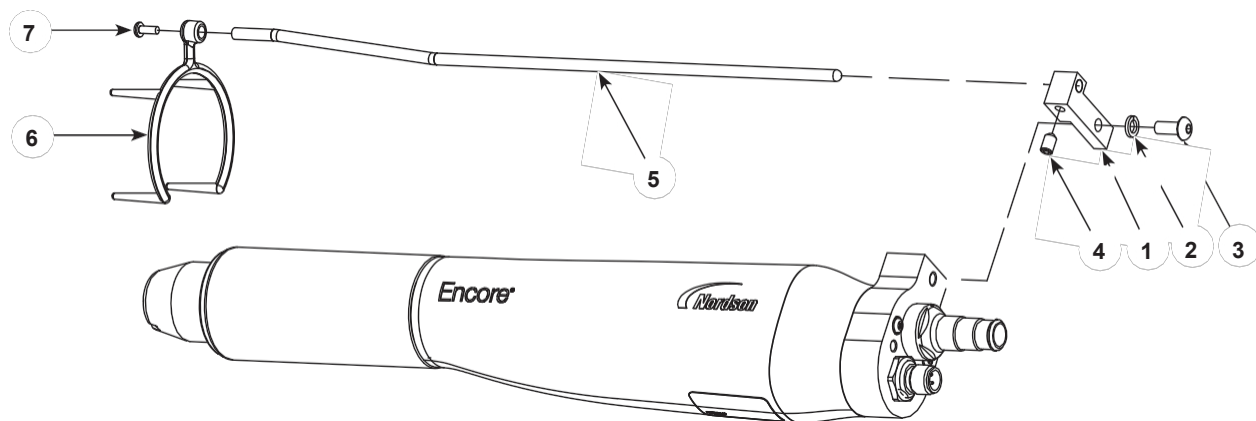

Рисунок 6 Установка ионного коллектора - показано плоское распылительное сопло
1. См. рисунок 6. Установите монтажный блок (1) на пистолет с помощью стопорной шайбы M5 и винта (2, 3).
2. Вставьте стержень коллектора (5) в блок и закрепите его установочным винтом M5 x 8 (4), входящим в комплект ионного коллектора.
3. Наденьте многоточечный наконечник (6) на гайку сопла и прикрепите его к стержню коллектора винтом M3 (7).